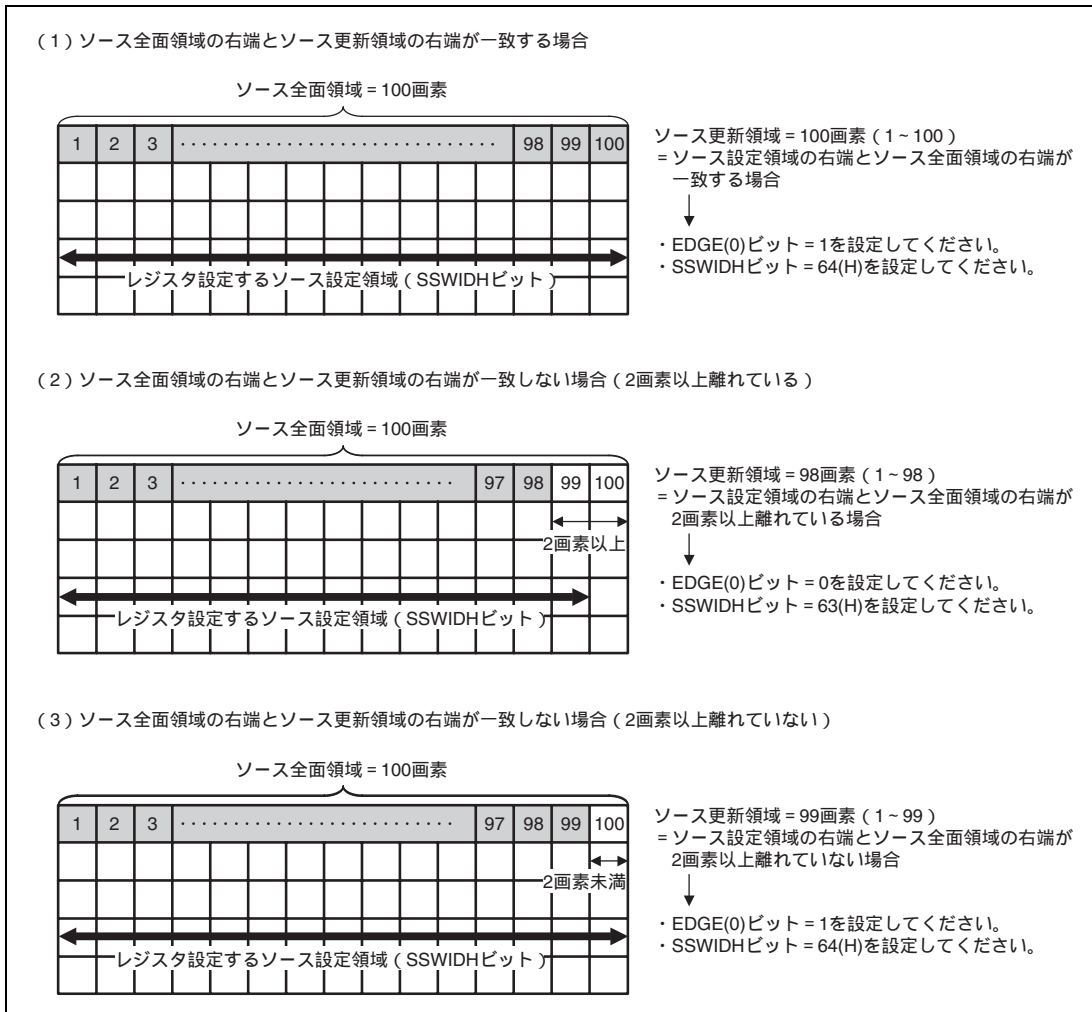

図26.33 GR_RISZSET レジスタ EDGE ビットの設定 (水平方向のみ)
GR_RISZSET レジスタ EDGE ビットの設定例として、水平方向（右端）について示します。図 26.33は、GR_RISZSET レジスタ EDGE ビットを決める際判断に使用する、ソース全面領域 / ソース更新領域 / ソース設定領域の関係について示しています。色付きマスはソース全面領域内の更新された領域（ソース更新領域）です。また太矢印で示す範囲が、部分リサイズ時にソース領域としてレジスタに設定する領域（ソース設定領域）となります。詳細については「26.4.3 (5) 部分リサイズ処理」を参照してください。